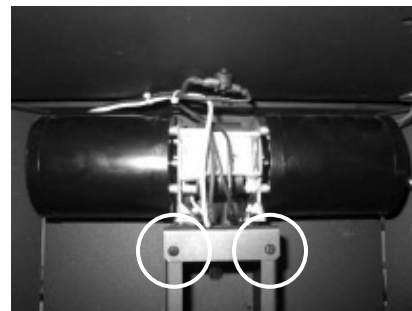

FIG. 1
3. Enlevez les 2 vis tenant la la braquette du ventilateur en place. **(Fig.1)**